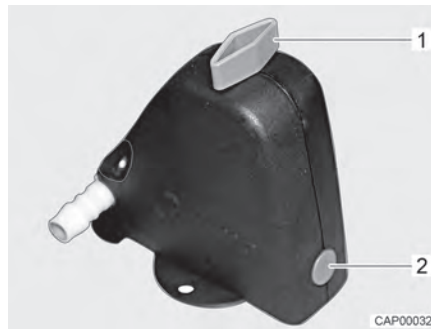
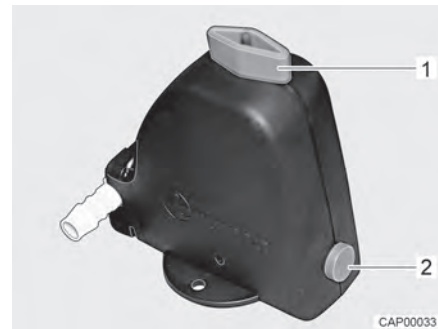

Bild 131 Säkerhets-/avtappningsventil stängd
Bild 132 Säkerhets-/avtappningsventil öppen
- Öppna säkerhets-/avtappningsventil (Bild 131). Vrid vredet (Bild 131,1) mot säkerhets-/avtappningsventilen. Tryckknappen (Bild 131,2) skjuts ut. Den öppna säkerhets-/avtappningsventilen visas i Bild 132.